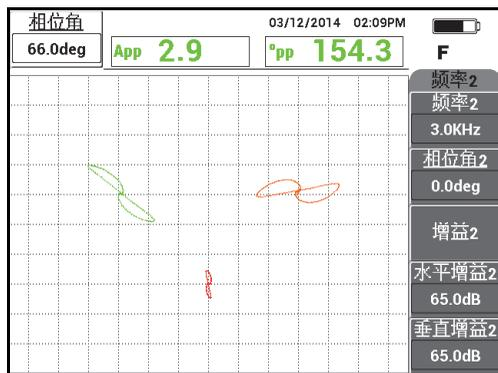

图 5-138 调节频率 1 信号的相位
- 按相位角键 (  ), 然后转动频率 1 信号 (绿色), 直到孔的信号达到大约  $40^\circ$  的相位 (参见第 210 页的图 5-138)。